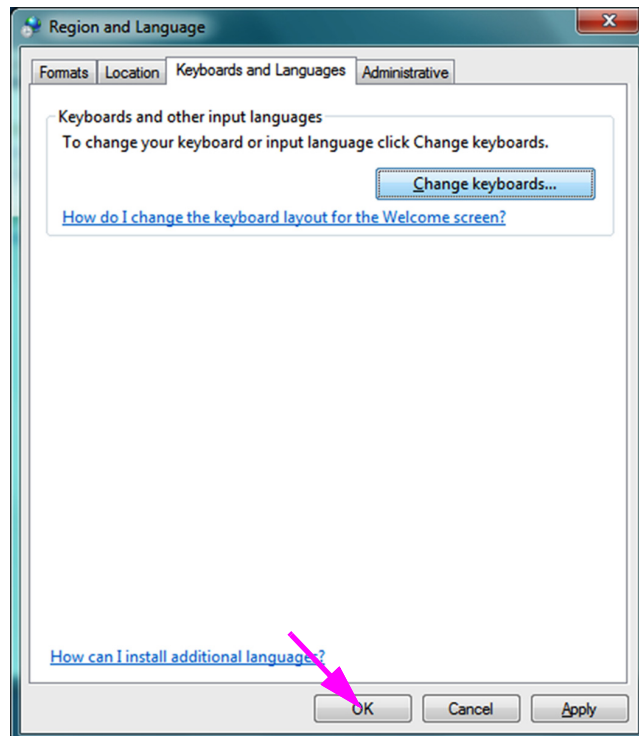

图 C-12. Region and Language（区域和语言）屏幕 —
- 返回 Keyboards and Languages（键盘和语言）选项卡（请参见图 C-12），然后单击 **OK（确定）** 按钮完成键盘语言的更改。